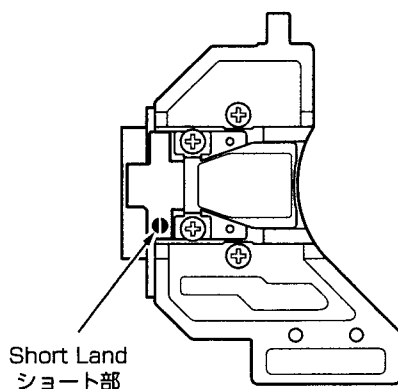

Fig. 3-1
- LD terminals are factory-strapped before shipment to protect LD from electrostatic discharges during transportation. (Fig. 3-1) After connector insertion, unstrap the LD terminal with a soldering iron.
- LDの端子は、出荷時に輸送による静電破壊防止のためショートされています。(Fig. 3-1)ショートの解放はコネクターを差し込んだ後、半田ゴテで行なってください。